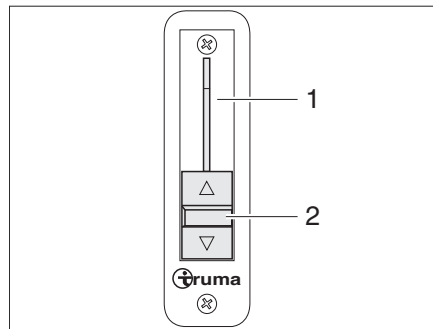

Fig. 22 Bloqueo de barra
El regulador de corredera (Fig. 22,2) para el bloqueo de barra (Fig. 22,1) está en la parte exterior izquierda en el salpicadero.
- Empujar la palanca (Fig. 22,2) totalmente hacia abajo. El bloqueo de barra está cerrado.